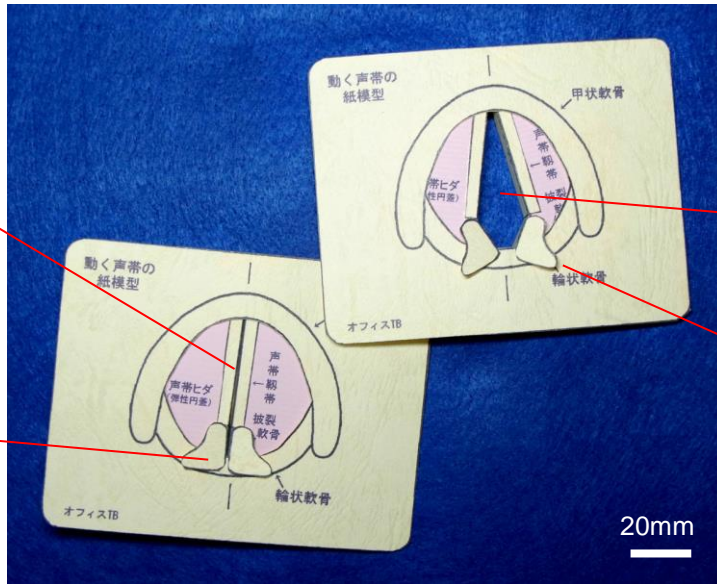

図1. 声帯の可動紙模型
2. 実際の披裂軟骨にはさまざまな筋が付いて、披裂軟骨の向きを変えたり、位置を動かしたりしています(図1)。これらの筋の名前や配置は「喉頭・咽頭の立体紙模型」や教科書などで補ってください。